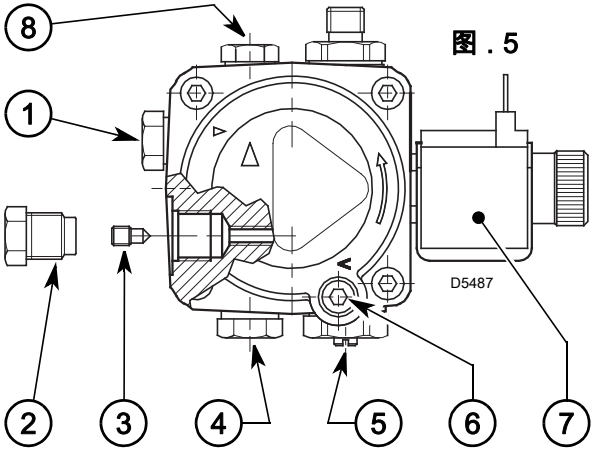
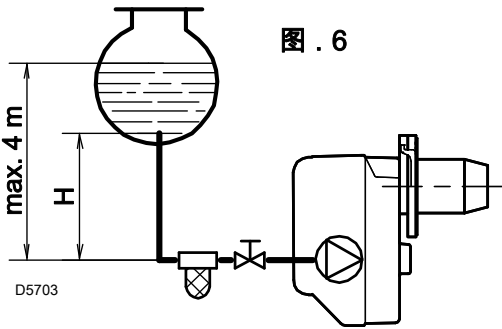

图 . 5
图 . 6
- 设计时泵是按双管运行的。如单管运行，须拧下回油螺钉 (2)，移开旁路螺钉 (3) 后再拧紧螺钉 (2)。(参见图 . 5)。
在图 . 6 所示系统中，松开油压表接口螺钉 (5, 图 . 5) 直到有油流出就可以了。